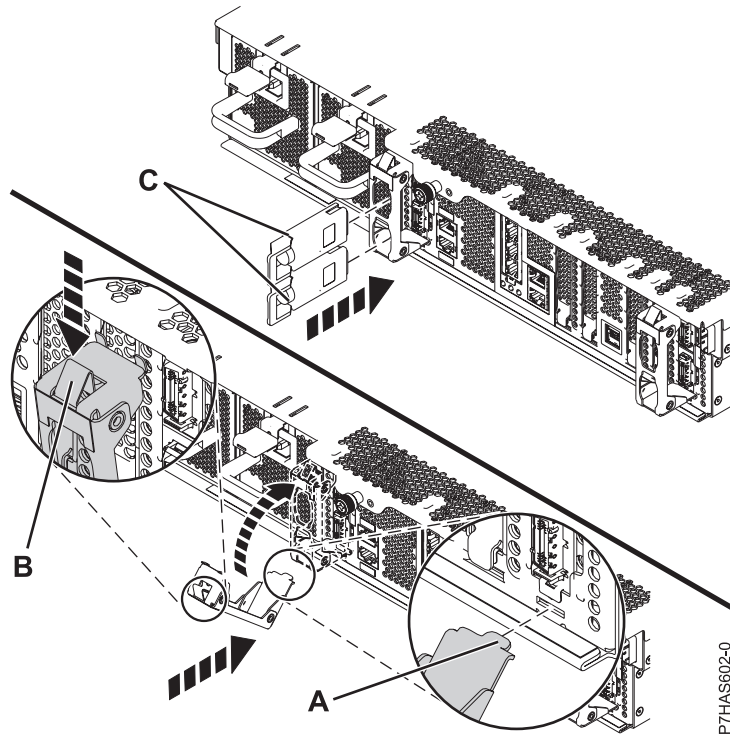

Figure 3. Installation du support de câble
17. Afin de bloquer la patte inférieure dans l'emplacement du bloc, inclinez légèrement le support de câble (A) (voir la figure 3).